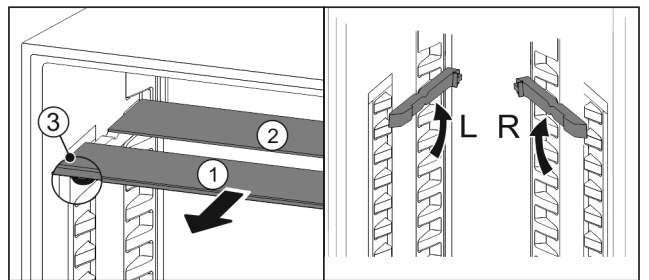

Fig. 34
- ▶ Посуньте Fig. 34 (1) скляну панель вперед.
- ▷ Скляна панель Fig. 34 (1) з декоративною планкою лежить спереду.
- ▷ Стопори Fig. 34 (3) показують вниз. Пристрої з морозильною камерою:\*